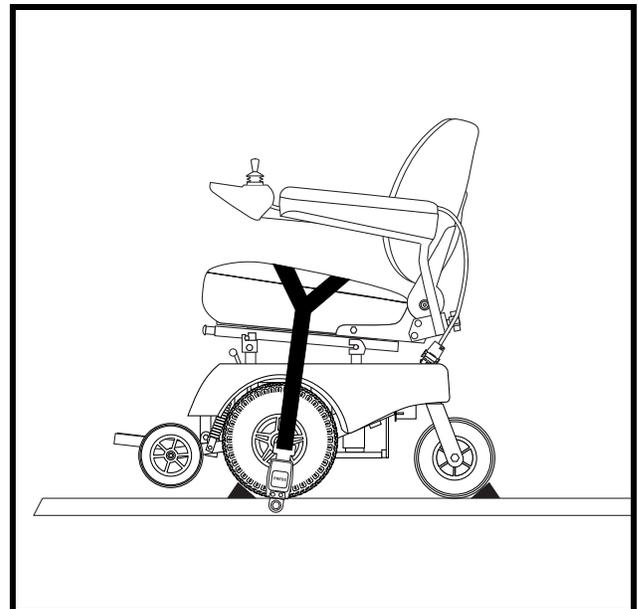

Figure 9. Emplacement de la courroie en Y
4. Ancrez votre scooteur/fauteuil motorisé à la plateforme en passant la courroie en Y par-dessus le siège et en tirant la boucle fermement. Voir la figure 9.